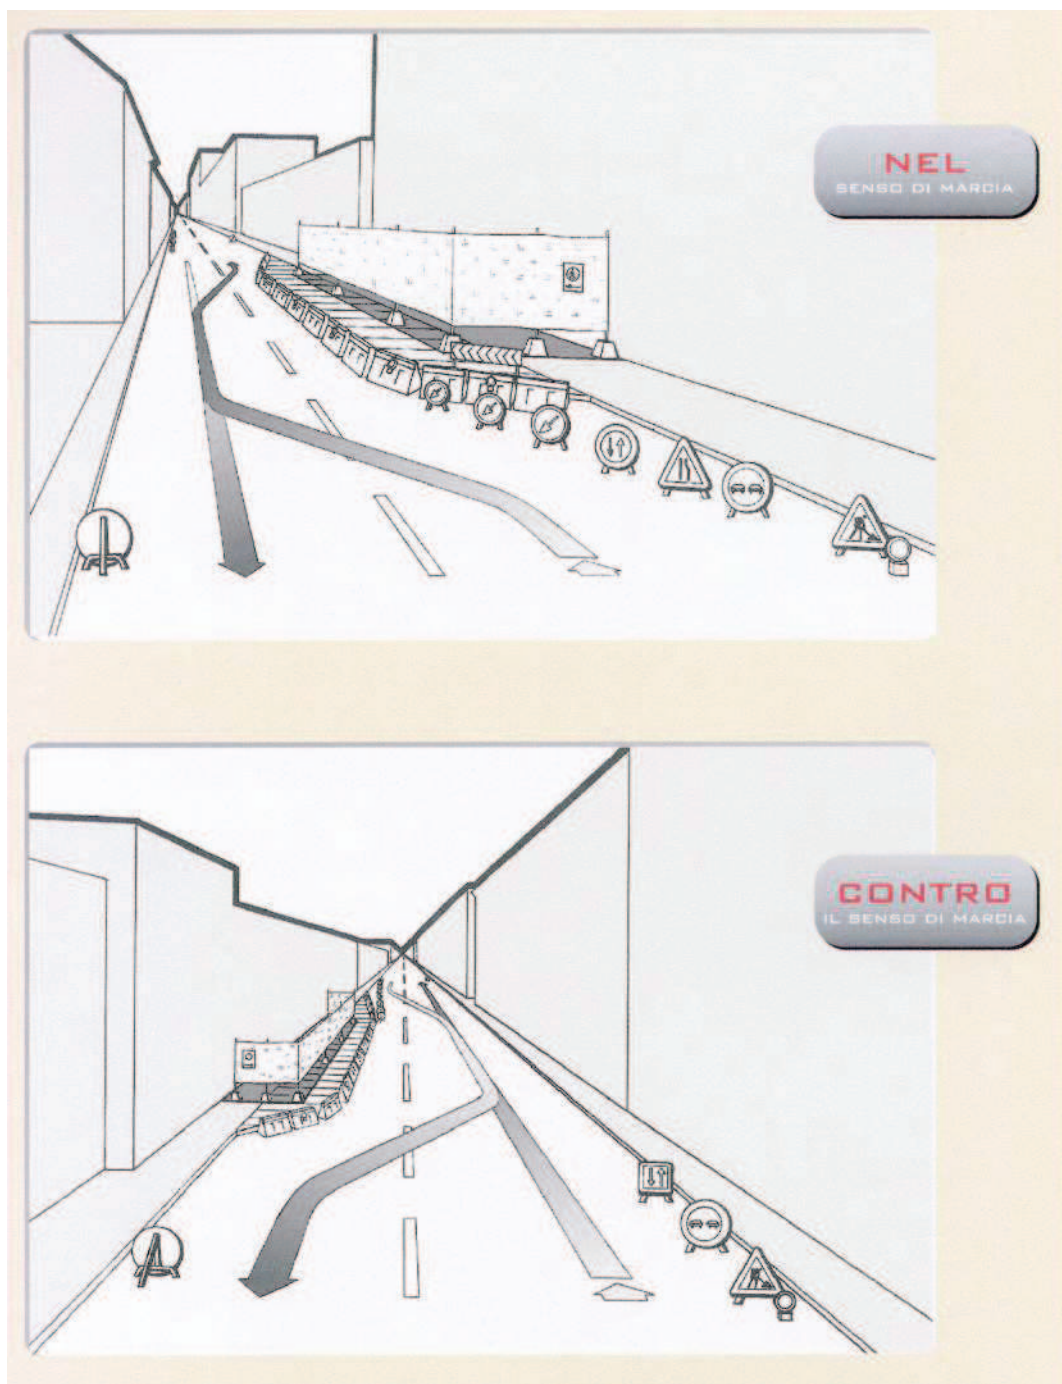

FIGURA 7A – CARREGGIATA LIBERA MINORE DI 5,60 M E LARGHEZZA CORSIA LIBERA DAI LAVORI MAGGIORE DI 2,75 M CON PASSAGGI PROTETTI PER PEDONI. FIGURA DESCRITTIVA.
- Figura 7a Carreggiata libera minore di 5,60 m e larghezza corsia libera dai lavori maggiore di 2,75 m con passaggi protetti per pedoni. Figura descrittiva.